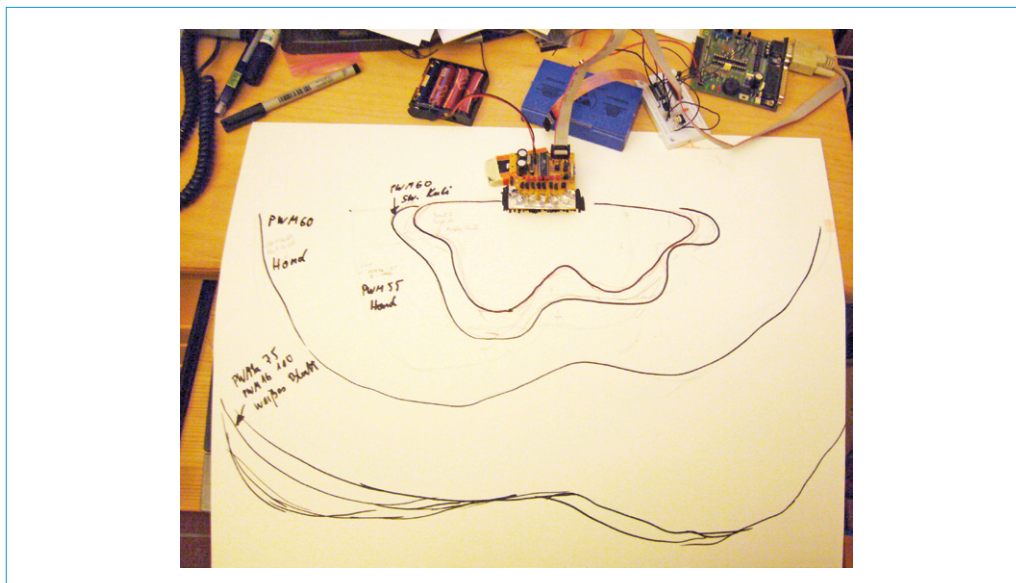

Bild 4. Aktivierungskurven mit unterschiedlichen Hindernissen.
**Bild 4** und [5] zeigen Aktivierungskurven mit den Hindernissen (von innen nach außen) Kugelschreiber, Hand, weißes Blatt Papier bei unterschiedlichen PWM-Einstellungen. Das Messfeld ist nicht ganz symmetrisch, weil